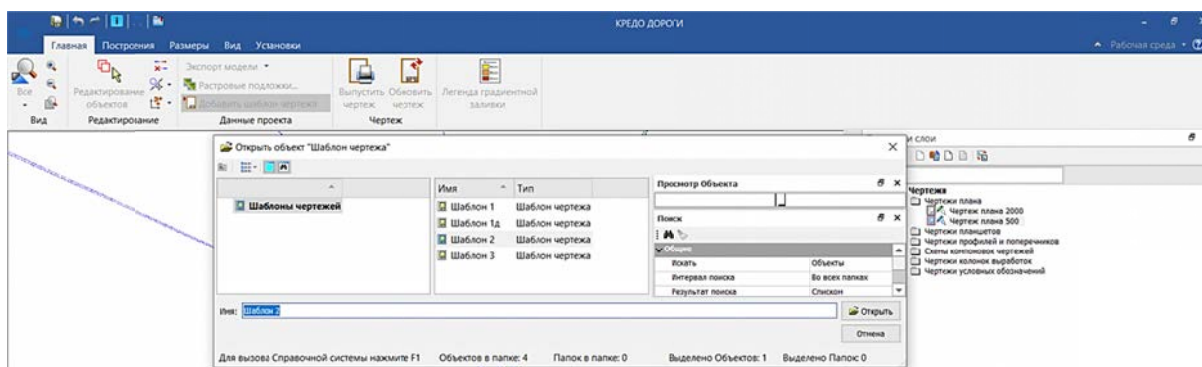
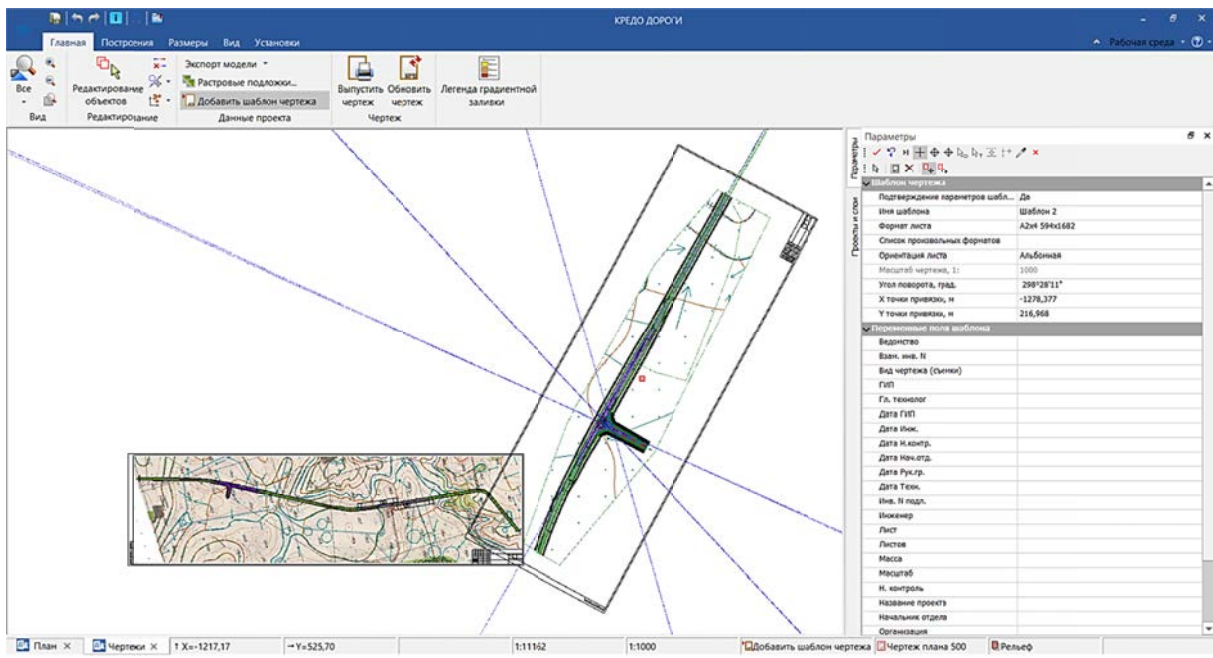

Рис. 6.11. Добавление шаблона чертежа
Рис. 6.12. Параметры оформления участка автомобильной дороги
– С помощью команды **ДОБАВИТЬ ШАБЛОН ЧЕРТЕЖА** выберем нужный шаблон (рис. 6.11), затем через локальную панель **Параметры** зададим его ориентацию и формат, а также расположим выбранный формат относительно участка автомобильной дороги для детального формирования чертежа (рис. 6.12).